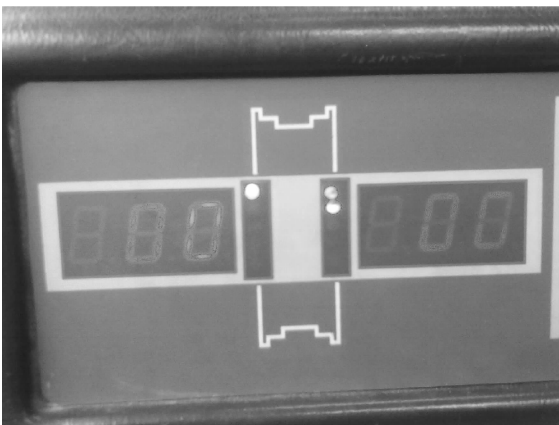

图 3.10-20 动平衡机显示 “00”
(19) 重新起启动平衡机，进行动平衡试验，直至动不平衡量  $< 5\text{g}$  或机器显示 “00” 时（见图 3.10-20）为止。